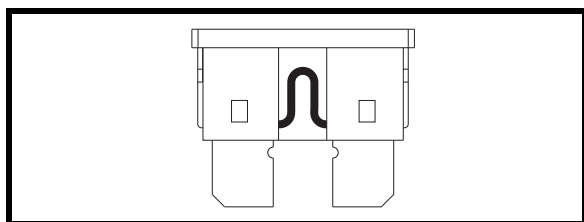

Figure 22. Fusible en bon état
2. Examinez-le pour vérifier s'il est brûlé. **Voir les figures 22 et 22A.**